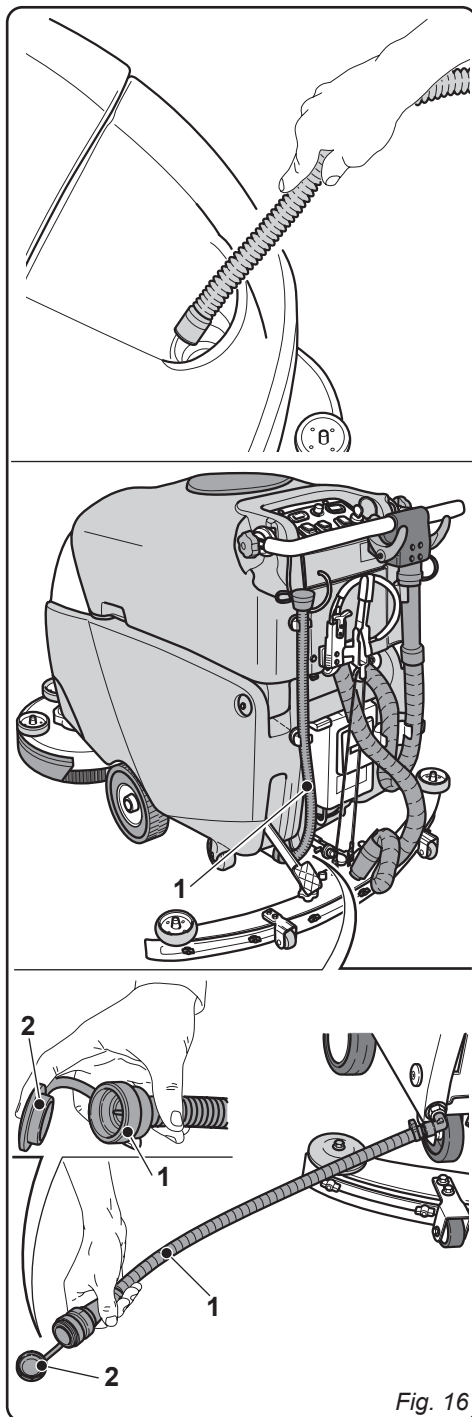

Fig. 16
10.1.a - Esvaziamento e limpeza do reservatório de água limpa (Fig. 16)